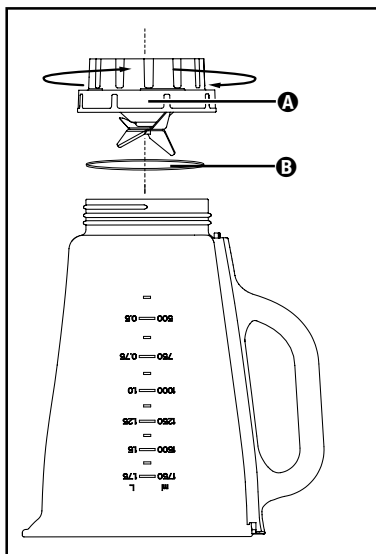

Abb. 3
- 2) Stellen Sie das Gerät auf den Kopf und drehen Sie den Aufsatz **A** mit den Schneidmessern **4** gegen den Uhrzeigersinn, so dass er sich vom Behälter des Mixaufsatzes **3** lösen lässt (siehe Abb. 3).